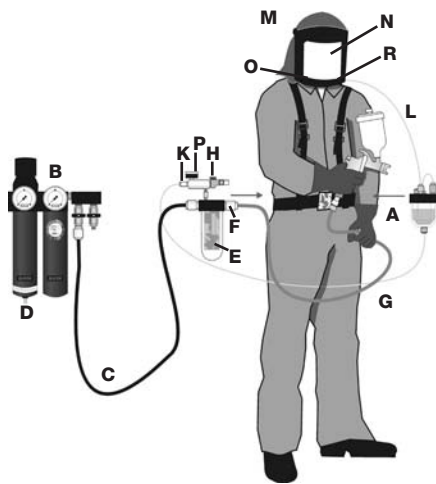
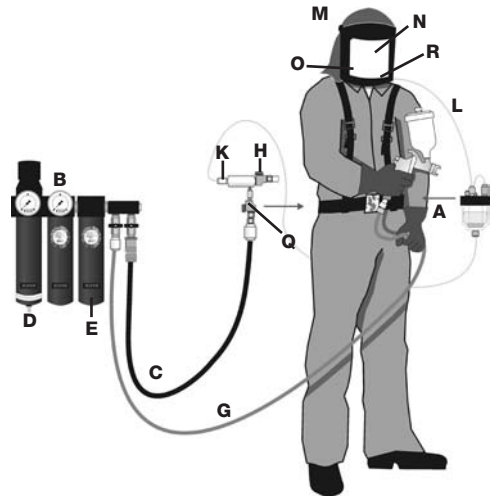

bild 1
bild 2
SATA vision 2000, bestnr 69500, tryckluftsslängdon EN 270, bestående av andningsskyddshuva och bältesenhet bestnr 54015 med adsorber m. aktivt kol, bild 1
eller alternativt med bältesenhet utan adsorber m. aktivt kol, bestnr 58941, liknande bild 2.
SATA andningsskyddsats, andningsskyddshuv med stansat siktfönster och bältesenhet med aktivkol-adsorber (liknande som fig 1), alternativt utan aktivkol-adsorber (liknande som fig 2), tryckluftslangapparat för enklare användningsfall EN 1835, andningsskyddshuv klass 1.
SATA-Super-andningsskyddssetet vision 2000 är ett högeffektivt hälsoskydd för lackerare samt för arbeten i hälsofarlig miljö. Det består av en ventilerad andningsskyddshuva, som försörjs med filtrerad andningsluft, en bältesenhet med filter med aktivt kol med extra anslutning för ett tryckluftsdon, bild 1, eller alternativt en bältesenhet utan filter m. aktivt kol och utan anslutning för ett tryckluftsdon, bild 2, och en tryckluftstillförelslang.
Ägaren ska säkerställa att den luft som sugts in av kompressorn är så pass fri från skadliga gaser, ångor och partiklar (t.ex. avgaser från förbränningsmotorer eller -ugnar, lösningsmedelsångor), att kraven i DIN EN 12021 avseende koldioxidhalten uppfylls. Användning av syre eller syreanrikad luft är ej tillåten. För att avlägsna föroreningar i andningsluften, vilka härrör från kompressorn, som t.ex. oljedimma, måste dessutom ett tryckluftsfiltre med manometer (t.ex. SATA 444) vara monterat mellan bältesenhetens adsorber m. aktivt kol, bild 1, och lufternätet, eller alternativt mellan den väggmonterade adsorberrn m. aktivt kol 464 och lufternätet.
Förbindningen mellan tryckluftsförsörjnings-systemet (B), bild 1, resp. (E), bild 2, och den respektive bältesenheten (bältesdel) måste göras med den godkända tryckluftstillförelslangen (värmebeständig, antistatisk, böjningsfast, stegfast, max. 50 m) med säkerhetsnabbkopplingar, t.ex. SATA bestnr 49080 (6 m).